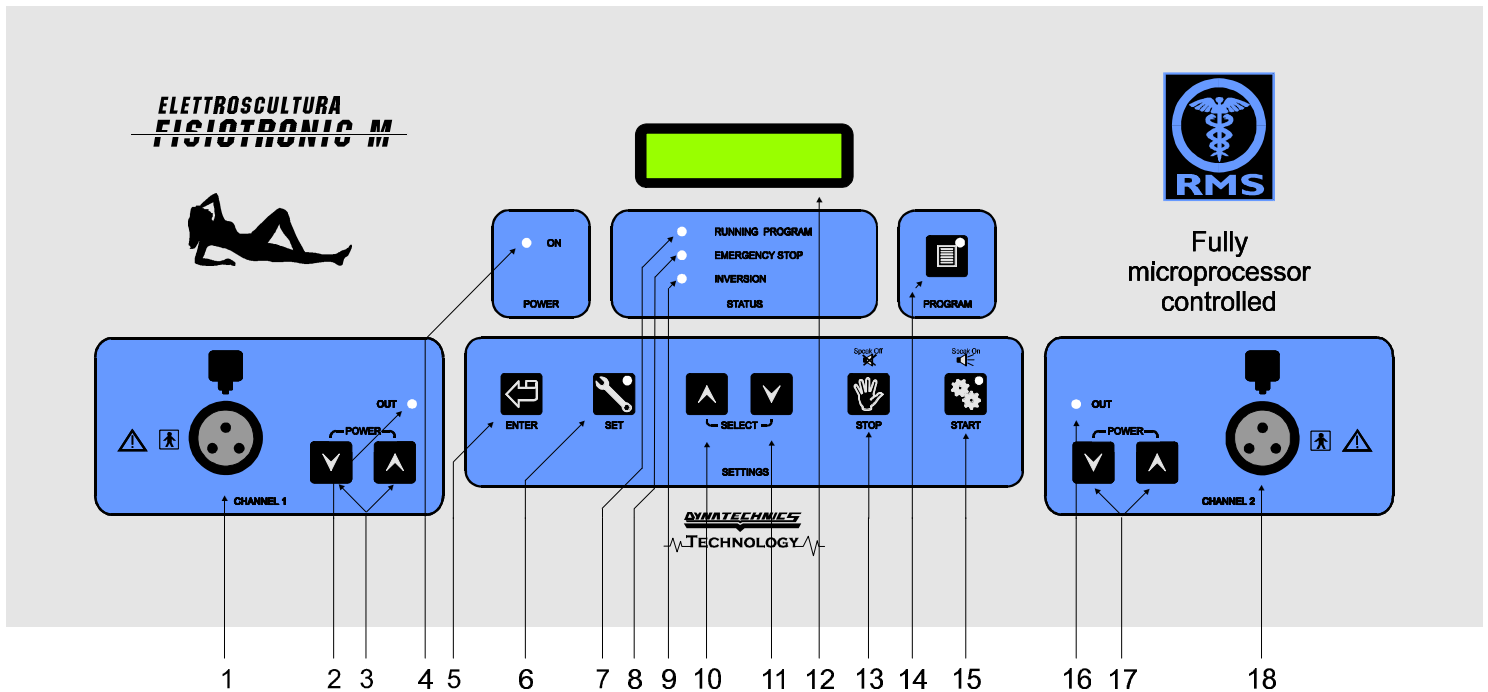
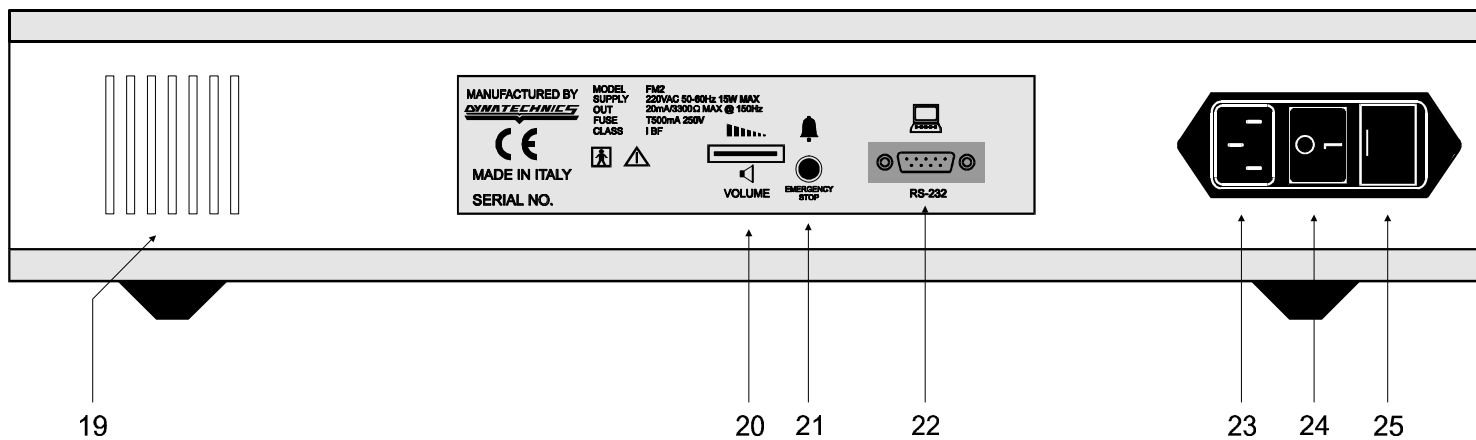

Figura 1 (pannello frontale)
Figura 2 (pannello posteriore)
1. Inserire il jack dello STOP D'EMERGENZA nell'apposito connettore (n.21 in Figura 2 a pag. 6).
2. Inserire i connettori dei cavi delle uscite ai connettori n.1 e n.18 (Figura 1 a pag. 5) serrando la ghiera al pannello.
4. Collegare l'apparecchio dal connettore n.23 (Figura 2 a pag. 6) alla rete, tramite il cavo di alimentazione in dotazione. **ATTENZIONE** l'interruttore n.24 (Figura 2 a pag.6) deve trovarsi in posizione **O**.
5. Portare l'interruttore di alimentazione n.24 (Figura 2 a pag.6) in posizione **I** e verificare l'accensione dell'apparecchio tramite la spia verde ON (n. 4 in Figura 1 a pag. 5). Al termine del test se la spia verde ON lampeggia ed appare un messaggio d'errore spegnere l'apparecchio e rivolgersi al centro di assistenza R.M.S.
Nel caso in cui si volesse disabilitare il parlato, FISIOTRONIC-M è in grado di generare anche dei suoni di avvertimento per le funzioni più importanti. Il volume dei suoni e del parlato è regolabile tramite la manopola n.20 della Figura 2 a pag. 6.
- Premete il pulsante SET (n.6 della Figura 1 a pag. 5);
- Premete il pulsante STOP (n.13 della Figura 1 a pag. 5) e apparirà il messaggio "SPEAK OFF" sul display con conseguente disattivazione del parlato.
- Premete quindi ENTER (n.5 della Figura 1 a pag. 5) due volte verificando lo spegnimento della spia gialla del tasto SET.
- Premete il pulsante START (n.15 della Figura 1 a pag. 5) e apparirà il messaggio "SPEAK ON" sul display con conseguente attivazione del parlato.